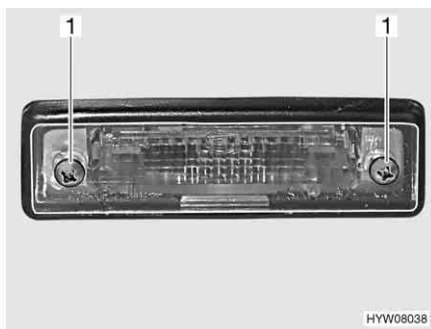

Fig. 127 Luci posteriori (luce targa)
- Svitare due viti degli involucri (Fig. 127,1).